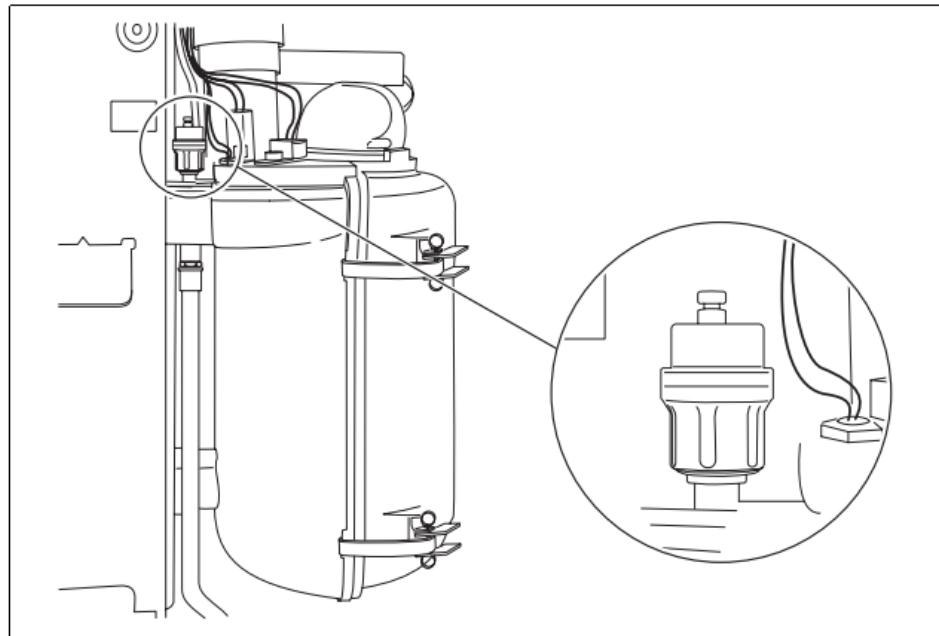

Fig. 8 Disaeratore automatico
- Allentare di un giro la calotta del disaeratore automatico (fig. 8) per consentire la fuoriuscita dell'aria residua.